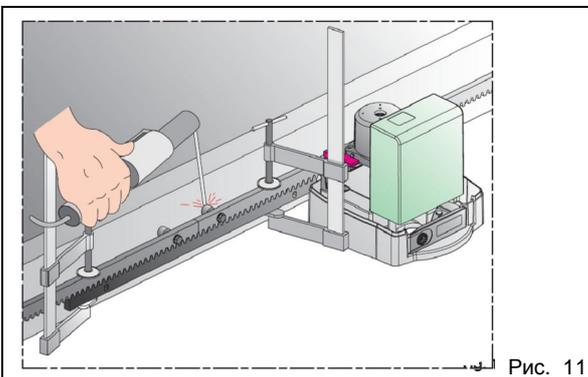

Рис. 11
8. Чтобы установить следующий модуль рейки, его зубья совмещают с зубьями закреплённого модуля при помощи свободного куска рейки (рис. 11).
9. Сдвинуть ворота рукой в направлении закрытия, так чтобы шестерня оказалась напротив третьей втулки закрепляемого модуля (рис. 11).